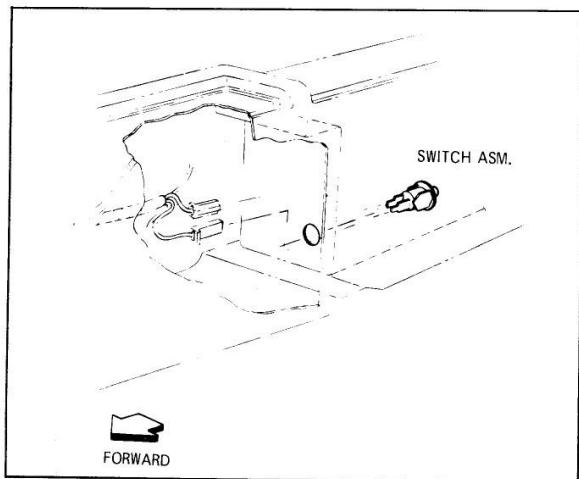

Fig. 15-25 Grand Prix Deck Lid Release Switch
3. Remove switch (Fig. 15-25).